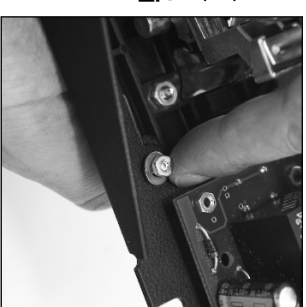

fig. 5
5. Ruotare il supporto basculante, tenendo la vite inserita, posizionare la rondella e avvitare il dado (fig. 5). Ripetere le operazioni 4 e 5 con le viti rimanenti.